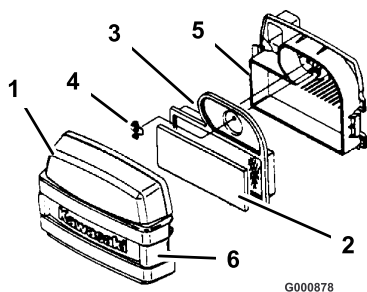

Bild 31
4. Reinigen Sie den Bereich um den Luftfilter, um zu verhindern, dass Schmutz in den Motor gelangt und Schäden verursacht. Lösen Sie beide Seitenriegel und nehmen die Luftfilterabdeckung ab (Bild 31).
5. Schieben Sie den Schaumeinsatz vorsichtig vom Papiereinsatz herunter (Bild 31).
6. Schrauben Sie die Flügelmutter los und entfernen Sie den Papiereinsatz (Bild 31).
1. Schieben Sie den Schaumeinsatz vorsichtig auf den Papierluftfiltereinsatz (Bild 31).
2. Schieben Sie die Luftfiltergruppe auf das Luftfilterunterteil und drehen die Flügelmutter auf (Bild 31).
3. Bringen Sie die Luftfilterabdeckung an und befestigen Sie die Riegel (Bild 31).